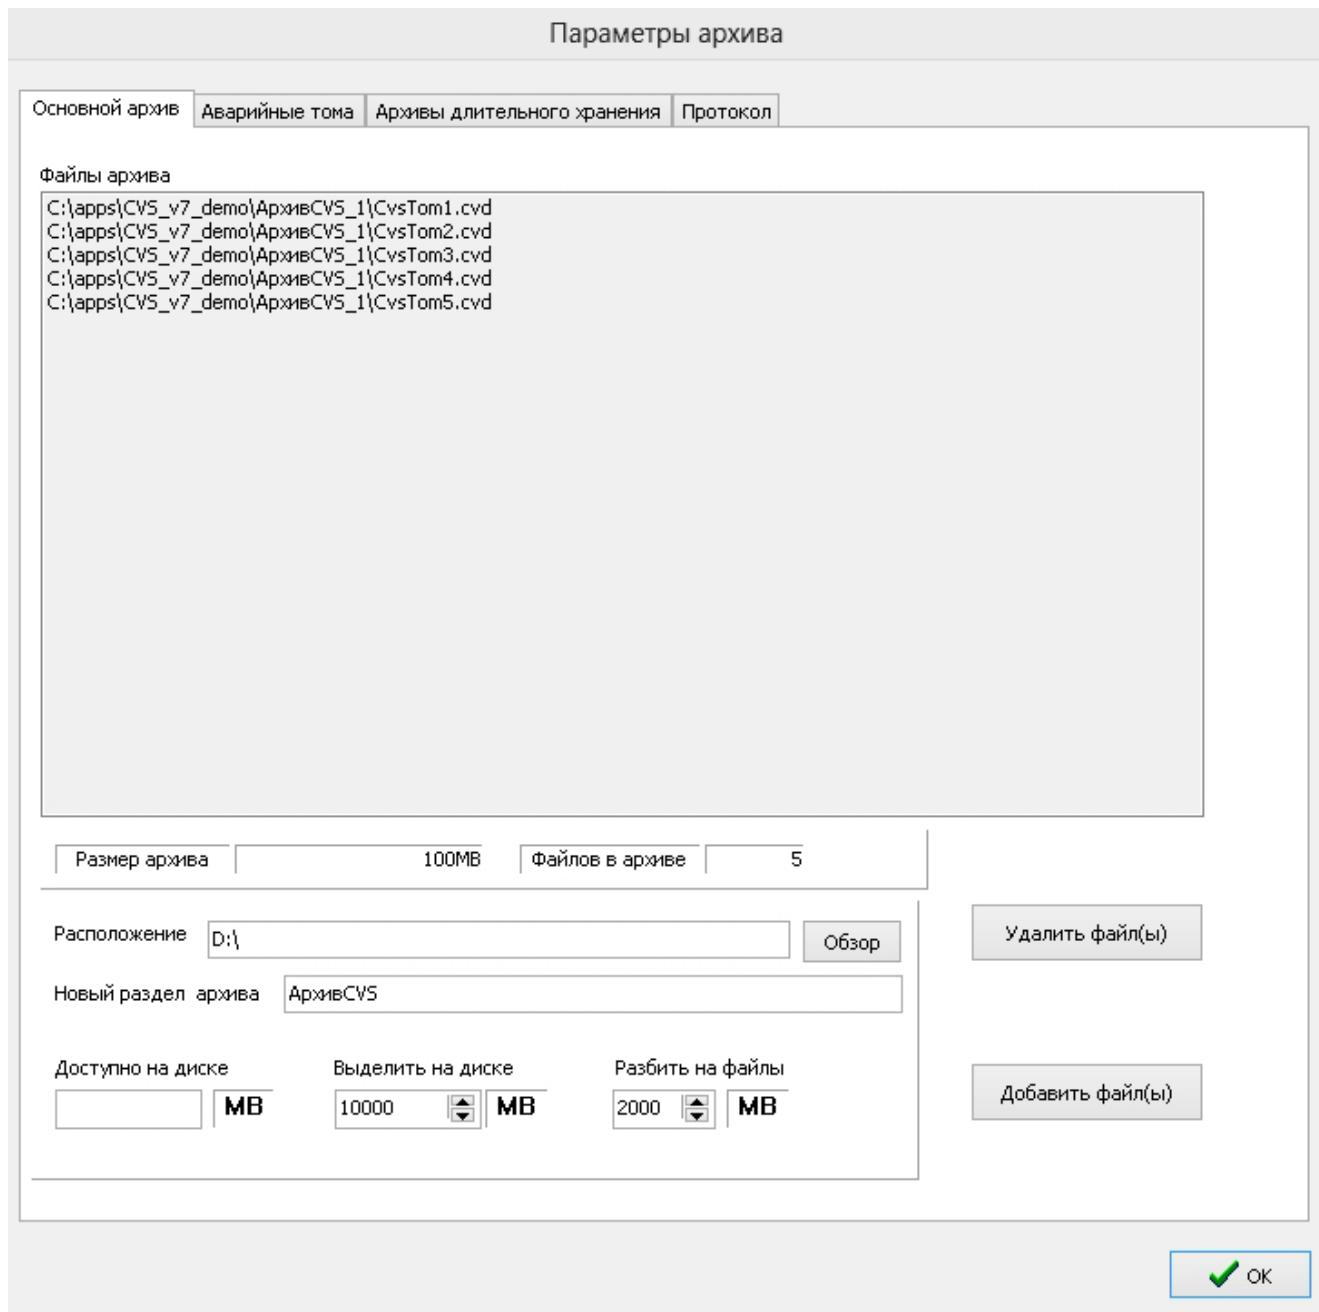
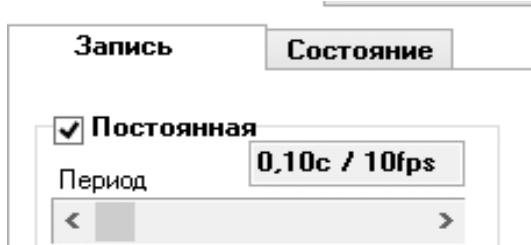

Рисунок 8: Настройки архива в системах CVS.
Рисунок 9: Установка параметров записи.
Архив создается в закладке **Настройка / Архив** (Рис. 8), а период записи в закладке **Настройки / Камеры / Запись** (Рис. 9)
Изображения (формат JPEG) с камеры будут записываться с установленным периодом в настроенный архив (Рис. 8) без дополнительной распаковки, что позволит существенно сэкономить вычислительные ресурсы компьютера.
3.1. При выборе опции «Активность», в архив будут записываться только активные кадры или кадры с движением с установленным в закладке **Настройки / Камеры / Запись** периодом (Рис. 9)